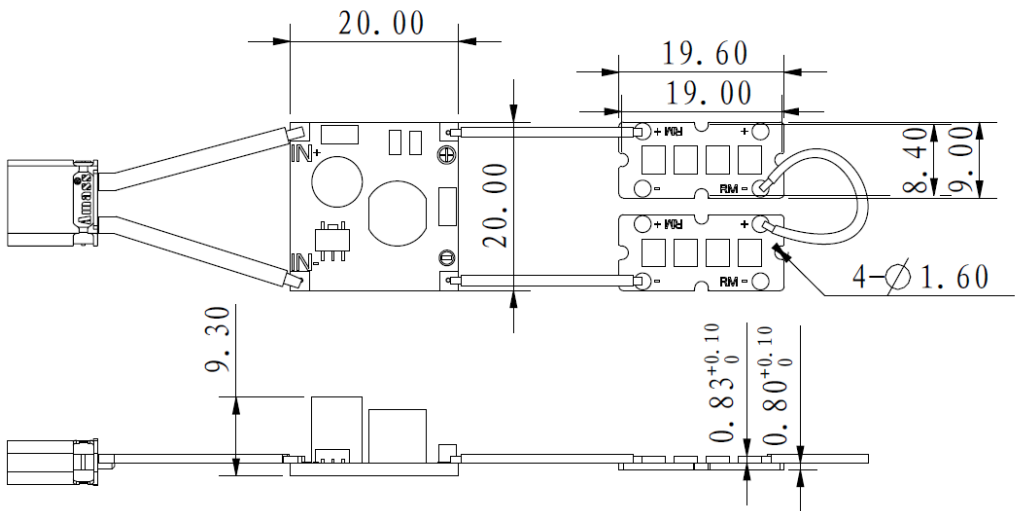

图 2 荧光弹充能装置尺寸图
- 3.将紫外灯板安装在槽孔内，并固定好（可利用图 2 所示的紫外灯板上的 4 个直径 1.6 的半圆槽固定）